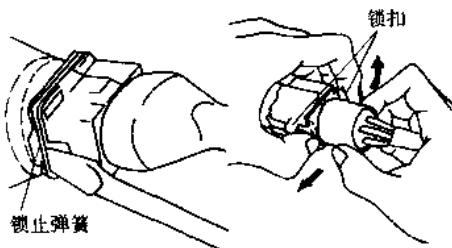
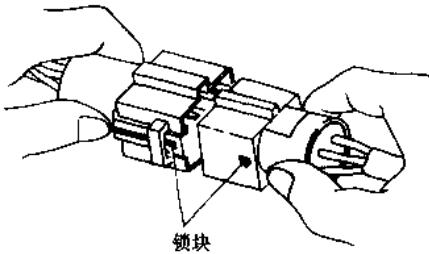

图 2-9 拔开插接器
图 2-10 插上插接器
2. 拔开和插上插接器时应小心，要先放松锁扣，再拉插接器图 2-9。插上时要插到底，并检查是否锁牢（图 2-10）。